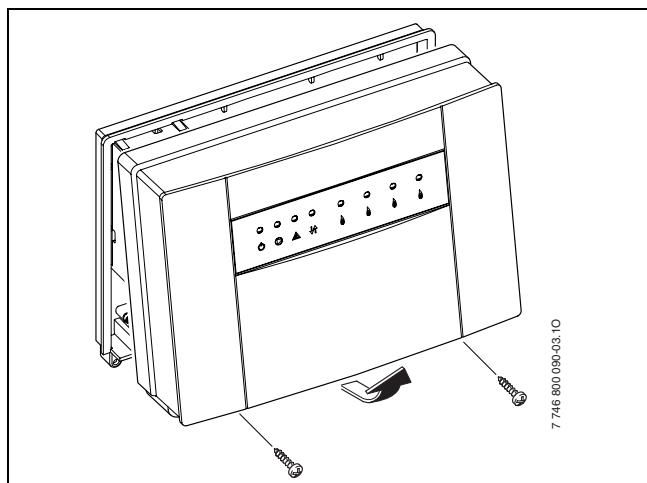

Fig. 7
- ▶ Ouvrir le boîtier du module ICM (ICM maître) (→ figure 7).